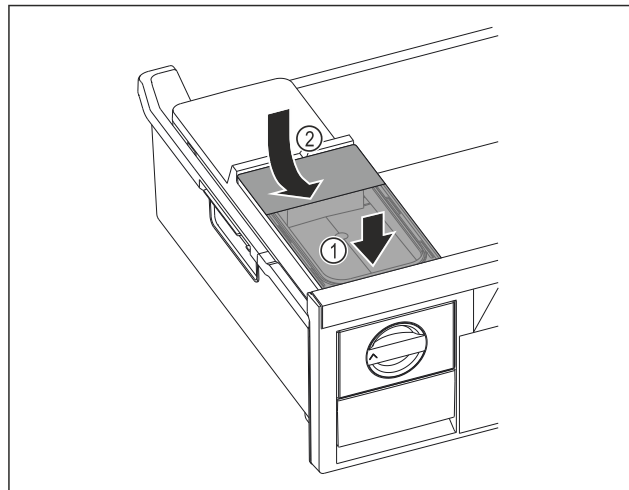

Fig. 145
- Colocar el depósito de agua por delante. Fig. 145 (1)
- Bajar el depósito de agua por detrás. Fig. 145 (2)